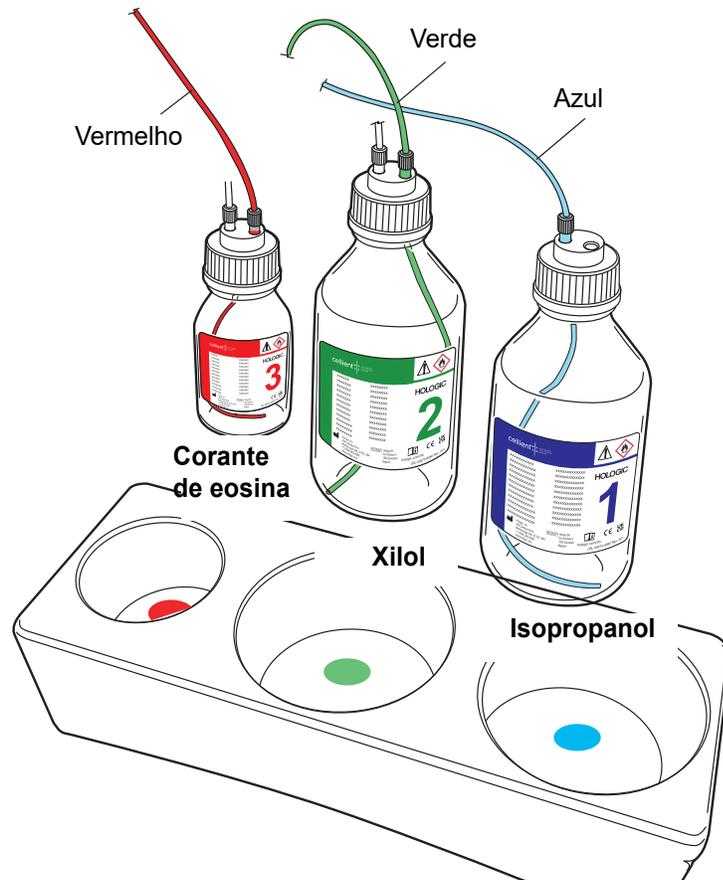

Figura 2-3 Frascos de reagentes
Os frascos de xilol (2) e do corante de eosina (3) estão sob pressão. O tubo colorido é o reagente, o tubo branco destina-se ao ar. O frasco de isopropanol (1) não está sob pressão e possui apenas o tubo de alimentação de reagente na tampa. Consulte a Figura 2-3.